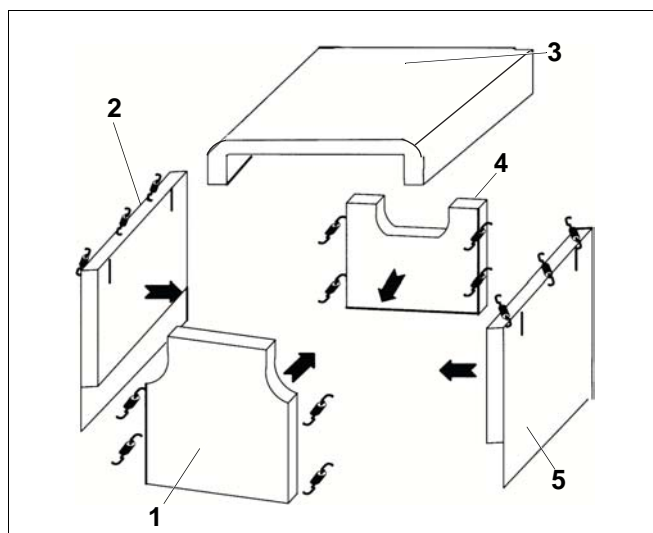
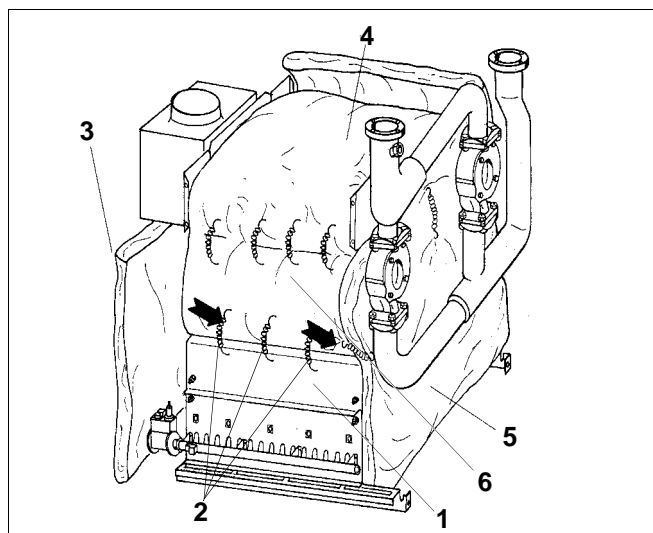

Fig. 44 Collecteur de fumées
Fig. 45 Accrocher l'isolation thermique de la face arrière
- Placer l'isolation thermique du collecteur de fumées (fig. 44, **pos. 3**) sur la face supérieure du collecteur de fumées.
- Placer l'isolation thermique latérale (fig. 44, **pos. 2**, isolation thermique à angle droit et à encoche) sur les faces latérales du bloc chaudière et la mettre autour du grand moyeu.
- Introduire l'isolation thermique de la face latérale du bloc chaudière (fig. 44, **pos. 2** et **pos. 5**) en bas au couvercle de nettoyage du brûleur (fig. 45, **pos. 1**) et accrocher avec trois ressorts (fig. 45, **pos. 2**) aux ouvertures du couvercle de nettoyage prévues à cet effet.
- Placer l'isolation thermique de la face avant (fig. 44, **pos. 1**) à la face avant du bloc chaudière et l'accrocher avec des ressorts de fixation à l'isolation thermique adjacente. Fixer également l'isolation thermique en bas.
- Presser l'isolation thermique de la face arrière (fig. 45, **pos. 3**) à la face arrière du bloc chaudière et sous le coupe tirage et accrocher à l'isolation thermique de la face latérale avec des ressorts de fixation (fig. 45, **pos. 6**).